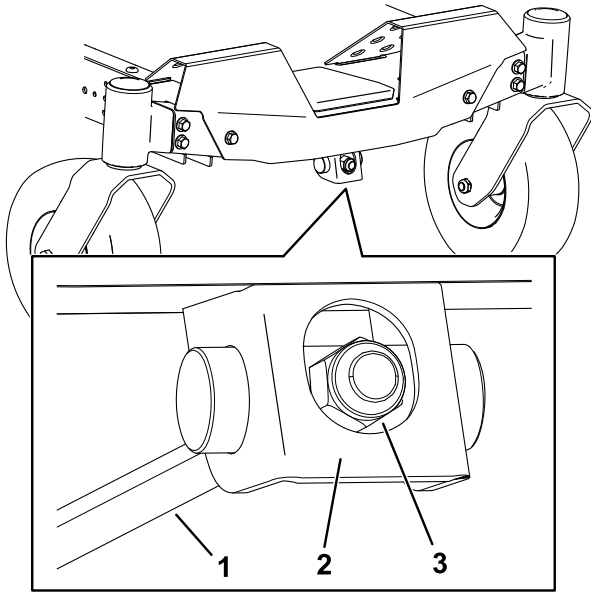

Figuur 71
7. Draai de maaihoogteplaat naar een andere opening zodat het gewicht van het maaidek ondersteunt nadat u de plaat hebt geïnstalleerd (Figuur 71).
8. Monteer de ring en de R-pen (Figuur 71).